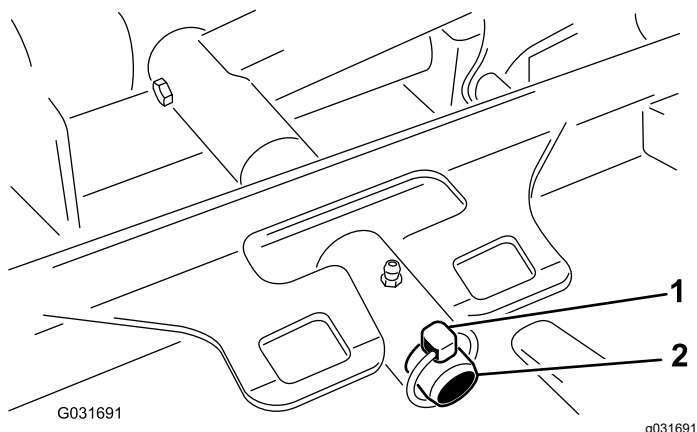

Figure 62
3. Retirez la goupille à anneau qui fixe le bâti porteur du tablier de coupe à l'axe de pivot du bras de levage (Figure 62).
3. Poussez le bâti porteur du tablier de coupe sur la tige de pivot et fixez-le avec une goupille à anneau (Figure 62).